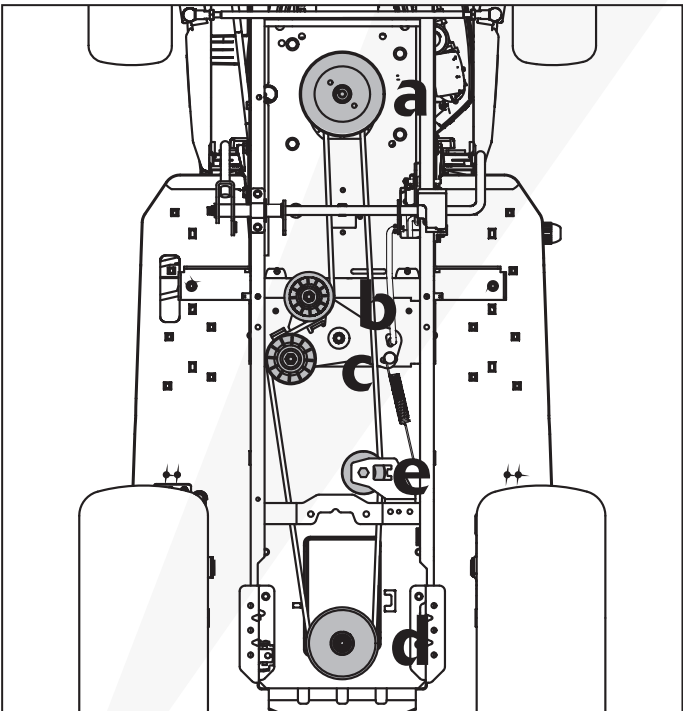

Fig. 32
2. Desmonte el conjunto de la polea motriz (a, Fig. 32) retirando el tornillo que la sujeta al eje de salida del motor.
3. Retire las tres poleas (b, c, e Fig. 32) quitando las tuercas que las sujetan al soporte de montaje.
4. Saque la correa de la polea de transmisión. (d, Fig. 32)